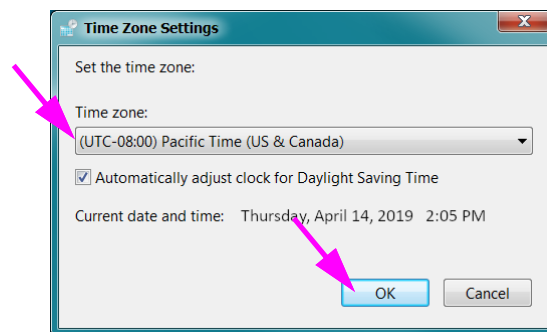

Figura 2-33. Finestra di dialogo Time Zone Settings (Impostazioni fuso orario)
5. Fare clic sul pulsante **Change Time Zone... (Modifica fuso orario...)**. Viene visualizzata la finestra di dialogo Time Zone Settings (Impostazioni fuso orario). Vedere la Figura 2-33.